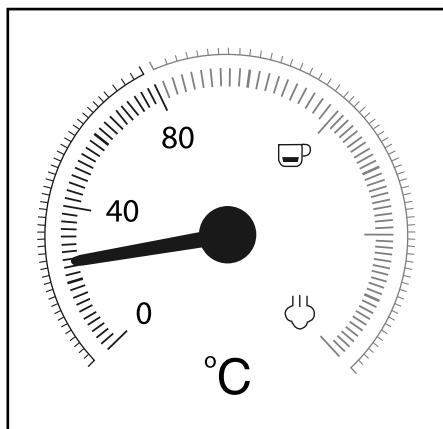

Bild 1
Temperaturvisaren ❷ visar vilken temperatur produkten värmts upp till (Bild 1).